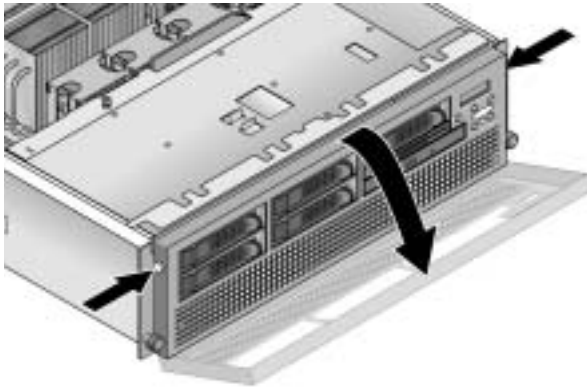

FIGURE 1-12 Retrait du panneau avant
- d. Retirez le panneau avant du serveur. Pour ce faire, appuyez sur les deux boutons recouverts de caoutchouc situés de chaque côté du panneau et abaissez ce dernier (voir FIGURE 1-12).